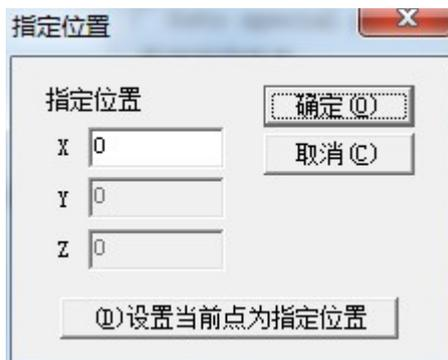
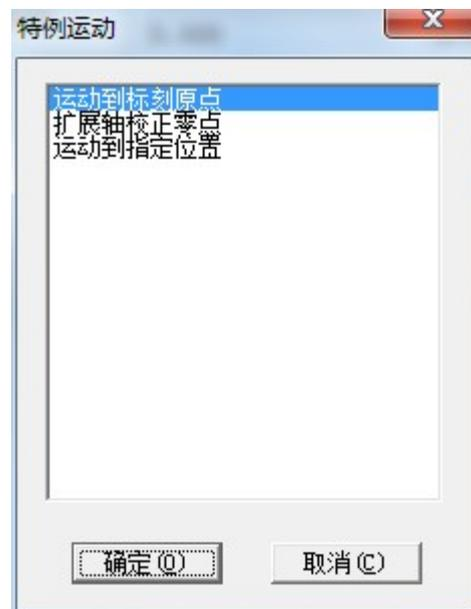

图 8-31 指定位置对话框
图 8-32 特例运动对话框
**指定位置：**点击“指定位置”按钮后，弹出指定位置对话框，图 8-31 在对话框中设定指定位置当用户点击特例运动按钮，弹出特例运动对话框，如图 8-32 所示。